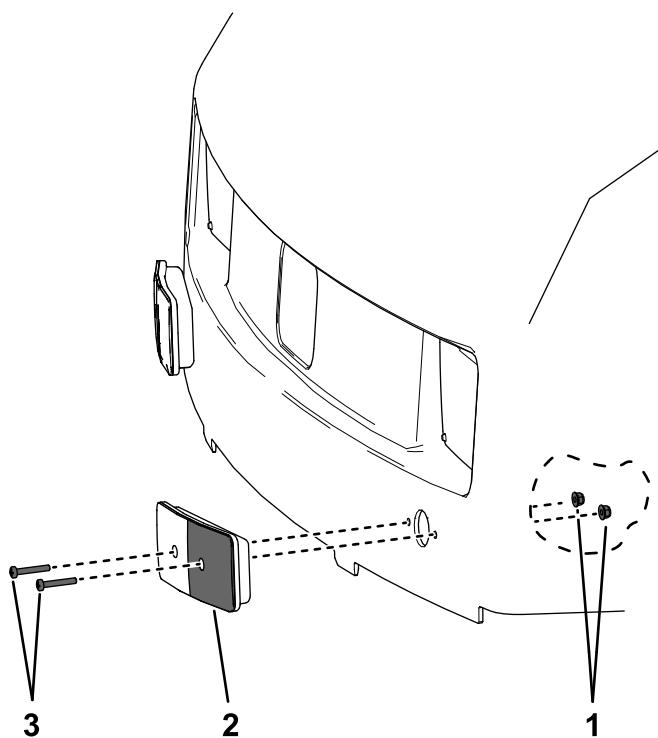

図 21
1. 方向指示器ライトをフードに固定しているプラス ヘッドボルト4 本とナットを外す図 21。